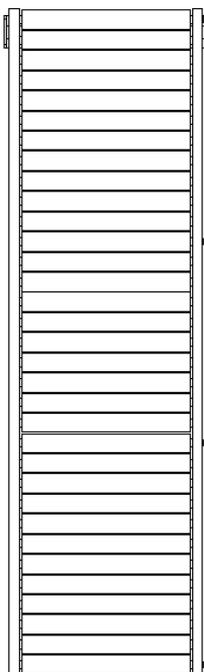

Abb. 2: Montagemöglichkeit 1
- Befestigen Sie die Wandhalterungen für die senkrechte Aufhängung der Rollenrutschbahn (Abb. 2) gemäß der Abbildung 4.